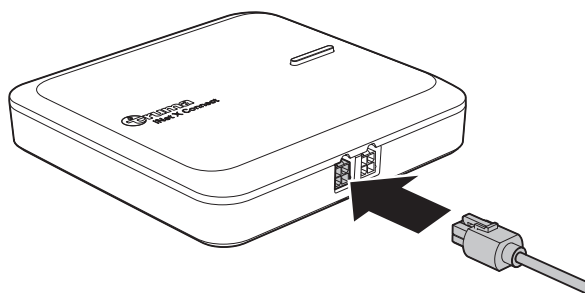

Fig. 18
- Brancher l'autre fiche du câble sur le connecteur CAN1 du Connect (Fig. 18).